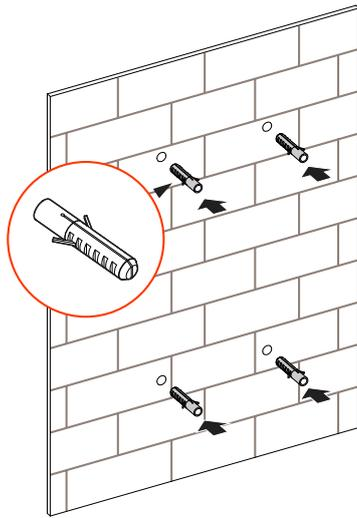

Figura 3-9 Instalación de los tacos de expansión
Paso 3 Instale los 4 tarugos de expansión suministrados en los orificios, como se muestra en la Figura 3-9.